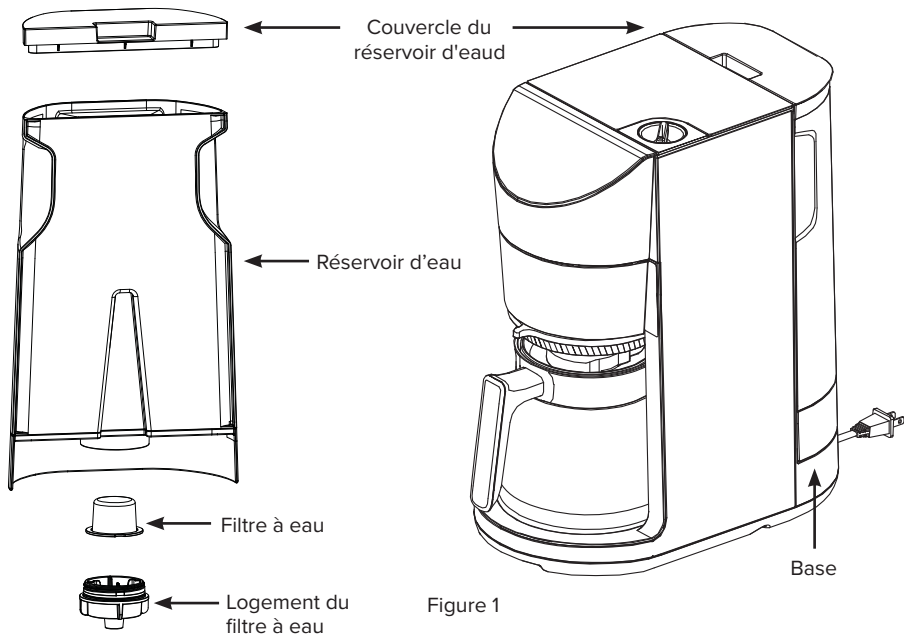

Figure 1
2. Retrait du réservoir d'eau de la base. Voyez la Figure: 1.